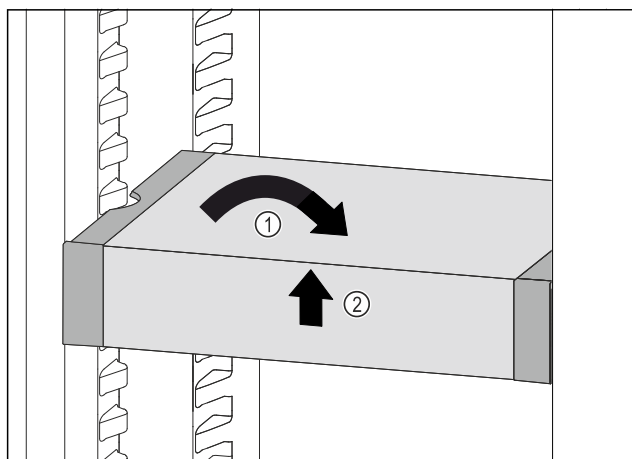

Fig. 118
- Vendosni drejt VarioSafe. Fig. 118 (1)
- Ngrini lart VarioSafe në pjesën përpara. Fig. 118 (2)